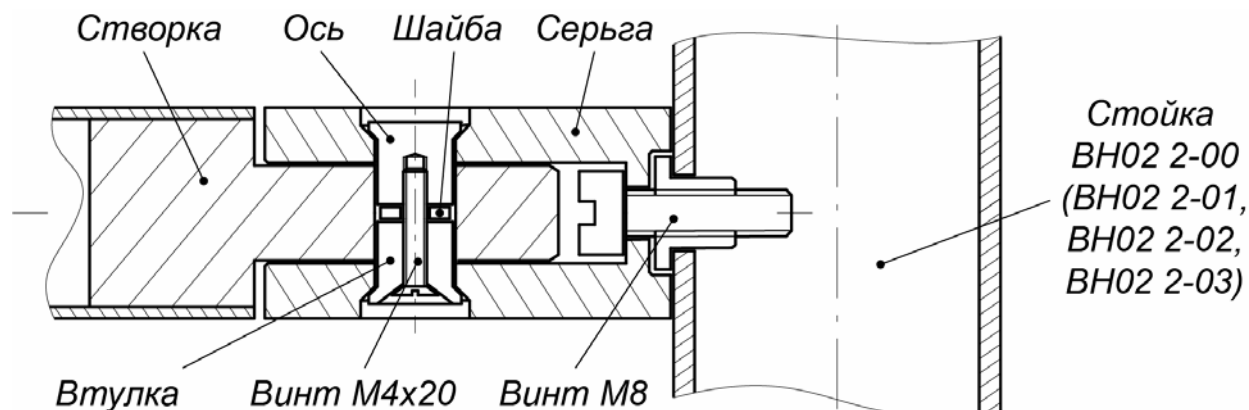

Рисунок 15. Крепление шарниров к опорной стойке поворотной секции ограждения
- На опорной стойке **ВН02 2-00(01,02,03)**, к которой будет крепиться поворотная створка, двумя винтами М8 закрепите две серьги шарниров (рис. 15).
- Установите на установочной поверхности и закрепите болтами М10 опорную стойку. Усилие затяжки – предварительное. Соберите шарнирные узлы и установите створку на опорной стойке, как показано на рис. 15.
3. На стойках ограждения винтами М8 закрепите по две серьги шарниров створки (рис. 15).
4. Установите стойки на установочной поверхности и закрепите их болтами М10. усилие затяжки – предварительное. Соберите шарнирные узлы и установите створки на стойках, как показано на рис. 15.
4. Закрепите на опорной стойке **BH02 2-00(01,02,03)**, к которой будет крепиться поворотная створка, двумя винтами М8 две серьги шарниров, как показано на рис. 15.
5. Установите стойку на установочной поверхности и закрепите ее анкерными болтами М10. Усилие затяжки – предварительное. Соберите шарнирные узлы и установите створку на опорной стойке, как показано на рис. 15.